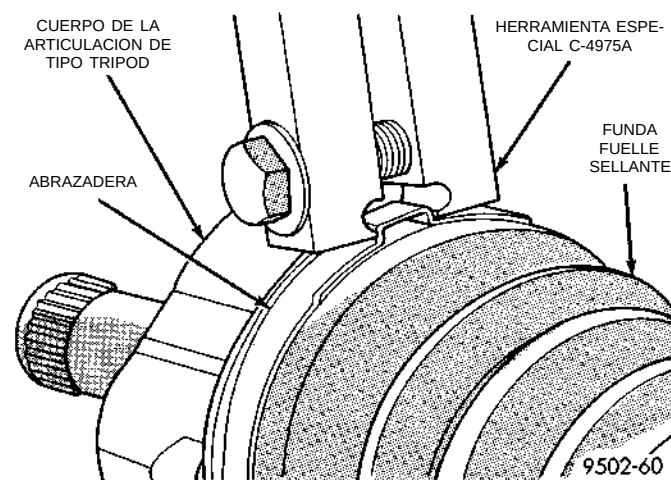
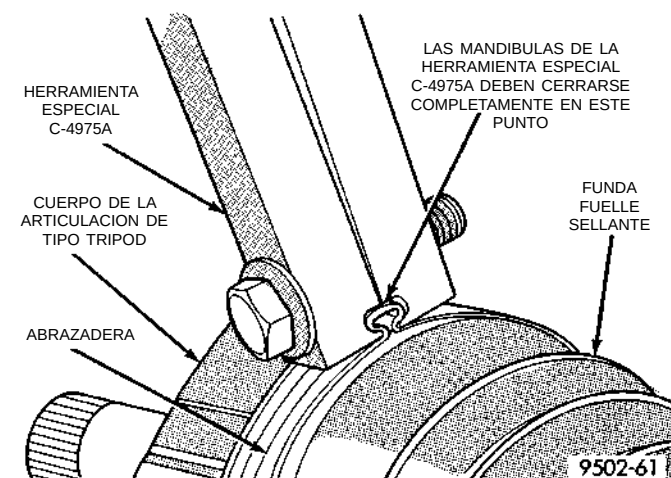

Fig. 52 Herramienta plegadora instalada en la abrazadera de funda fuele sellante
Fig. 53 Abrazadera de retención de la funda fuele sellante instalada
(8) Posicione la funda fuele sellante externa de la junta homocinética en su acanaladura de retención en el cuerpo de la junta homocinética externa. Instale la abrazadera de retención de la funda fuele sellante a la junta homocinética externa en la funda fuele sellante de manera uniforme.
(9) Inmovilice con la abrazadera de la funda fuele sellante en el cuerpo de la junta homocinética externa mediante la Herramienta especial plegadora C-4975-A y ateniéndose al siguiente procedimiento. Coloque la Herramienta plegadora C- 4975-A sobre el puente de la abrazadera (Fig. 52). Apriete la tuerca en la Herramienta plegadora C- 4975-A hasta que las mandíbulas de la Herramienta se hayan cerrado completamente, cara a cara (Fig. 53).